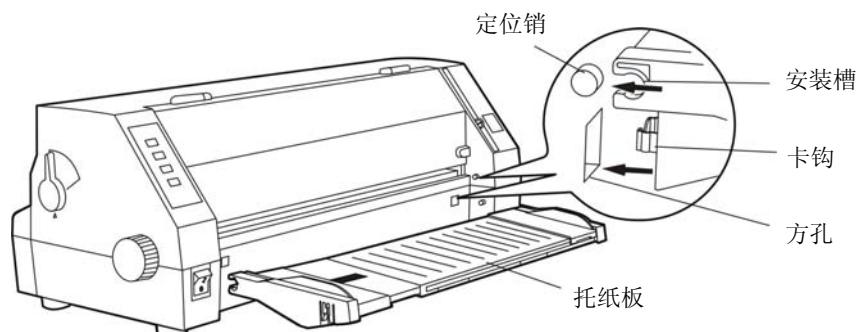

图 2-6 安装托纸板
1. 双手握住托纸板两侧，前端斜向下约 30 度角，将托纸板两侧的安装槽对准上壳的定位销，然后将托纸板一侧推压到位，再将另一侧推压到位（如图 2-6 所示）。